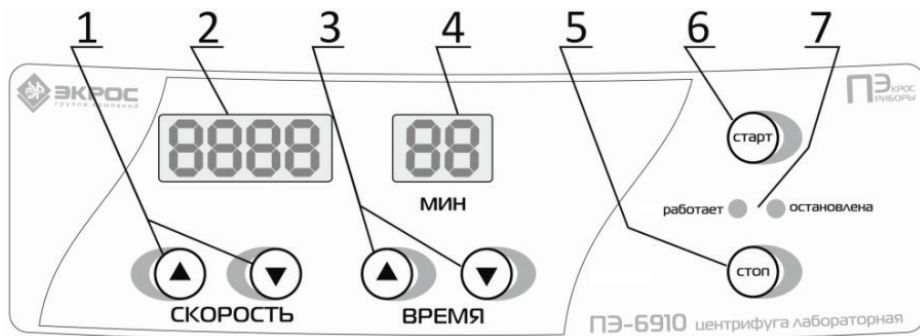

Рисунок 3 - Панель управления
6.3. На панели управления центрифуги (Рисунок 3) расположены следующие элементы управления и индикации:
- 8.1. Включить устройство с помощью сетевого выключателя, расположенного на правой стенке корпуса. На панели управления (Рисунок 3) загорятся светодиодные индикаторы.